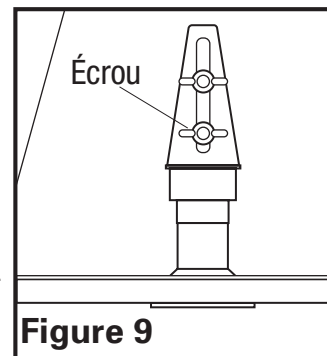

Figure 9
- Trouvez le support de lampe monté sur le mur arrière de la hotte (Figure 9).